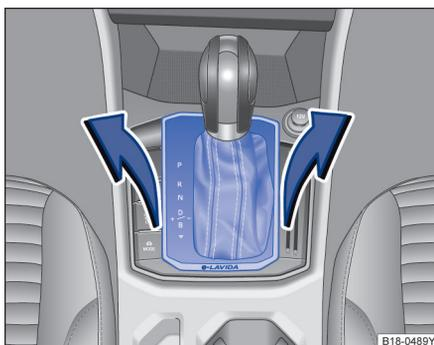

图 88 拆卸换挡杆面板
- 小心将换挡杆防尘套区域内的面板连同其上连接着的导线一起向上拉⇒图 88。